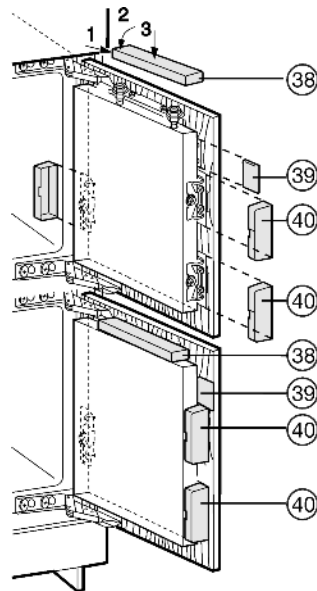

Fig. 31
- ▶ Coloque y encaje las cubiertas superiores Fig. 31 (38).
- ▶ Coloque las cubiertas laterales Fig. 31 (39), desplácelas hasta el tope y presione hasta que encajen de forma perceptible.
- ▶ Desplace lateralmente las cubiertas Fig. 31 (40) y tire hacia delante con un destornillador para que encajen.